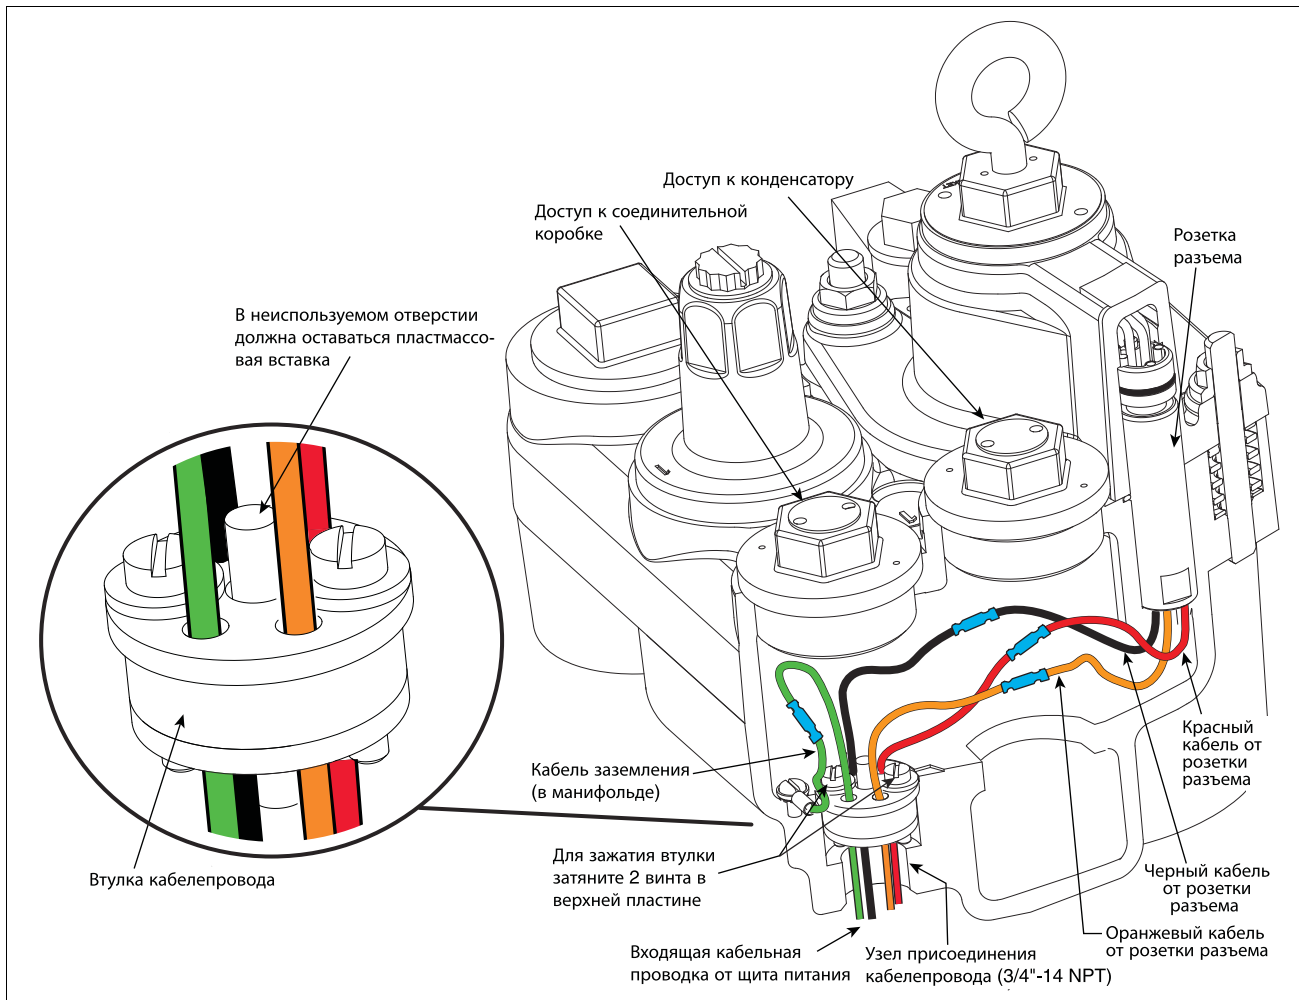

Рис. 14. Прокладка проводов питания через обжимную втулку
1. Присоедините (с зацеплением минимум 5 витков резьбы) допущенные к использованию фитинги кабелепровода ко вводу (3/4"-14 NPT) силовой электропроводки, находящемуся в основании соединительной коробки манифольда (прокладка трехфазного питания показана на выноске рис. 14).
2. Ослабьте два винта обжимной втулки настолько, чтобы можно было извлечь ее из гнезда в днище соединительной коробки манифольда (см. рис. 14). Полностью извлеките втулку из гнезда. Отметим, что верхняя пластина втулки (направленная к манифольду) имеет больший диаметр, чем нижняя; кроме того, во втулке имеются два открытых и три закрытых пластмассовыми вставками отверстия. Пластмассовые вставки герметизируют втулку и должны оставаться в неиспользуемых отверстиях. Например, прокладывая три кабеля от щита питания, используйте два свободных отверстия, а для третьего кабеля используйте одно из двух отверстий меньшего диаметра, вынув из него пластмассовую вставку. Протяните каждый из проводов подачи электропитания через отдельное свободное отверстие во втулке. Сдвиньте втулку вниз по кабелям питания так, чтобы она вошла в гнездо в основании соединительной коробки манифольда, оставив кабели достаточной длины для подключения к кабелям насоса; плотно закрутите два винта во втулке, чтобы зажать ее и обеспечить герметичность ввода.